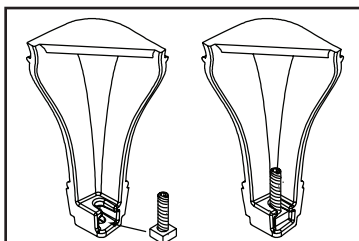
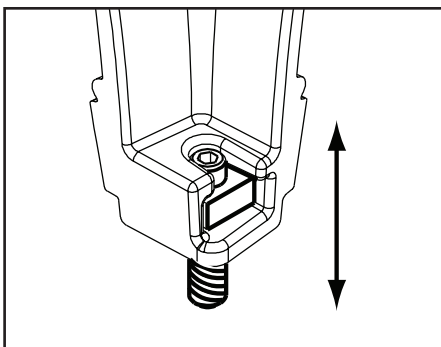

Figure 10.2
Figure 10.3
2. Faites glisser les boulons et écrous assemblés dans les rainures sur les pieds, les écrous vers le bas. **Figure 10.2.** Utilisez une clé Allen de 3,96 mm pour régler les pieds vers le haut ou vers le bas jusqu'à atteindre le niveau souhaité. **Figure 10.3.**